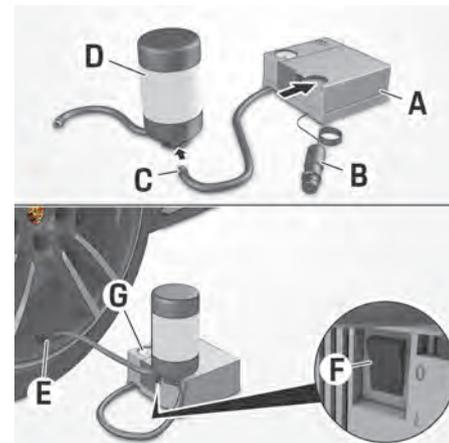

図 237 タイヤシーラントの充填
1. プラグ **B**(図. 237) とプレッシャー ホース **C**(図. 237) をコンプレッサー **A**(図. 237) から引き抜いてください。
2. プレッシャー ホース **C**(図. 237) をシーラント ボトルフランジ **D**(図. 237) にねじ込みます。
3. シーラント ボトル **D**(図. 237) を、下に向けたフランジと共にコンプレッサーの開口部に配置してください。
4. 損傷したタイヤのタイヤバルブ **E**(図. 237) からバルブ キャップを取り外してください。
5. シーラント ボトル **D**(図. 237) の充填ホースをタイヤバルブ **E**(図. 237) にねじ込んでください。
6. 車両の 12V ソケットにコンプレッサーのプラグ **B**(図. 237) を接続し、イグニッションを ON にし、スイッチ **F**(図. 237) でコンプレッサーを動作させてください。
7. タイヤに 2.0 bar~2.5 bar の空気を入れ、空気圧計 **G**(図. 237) でタイヤ空気圧を確認してください。コンプレッサーを OFF にしてください。
8. フィラー ホースをタイヤバルブ **E**(図. 237) から外し、バルブ キャップを戻して締め付けます。